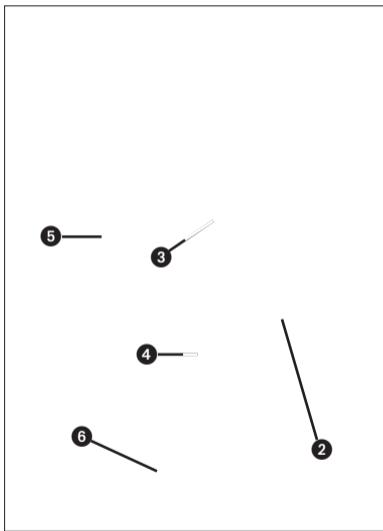

Fig. 1: Controles do GB 40
2.5 Elementos de controle (veja fig. 1)
4.2 Ajustar o nível (veja fig. 1)